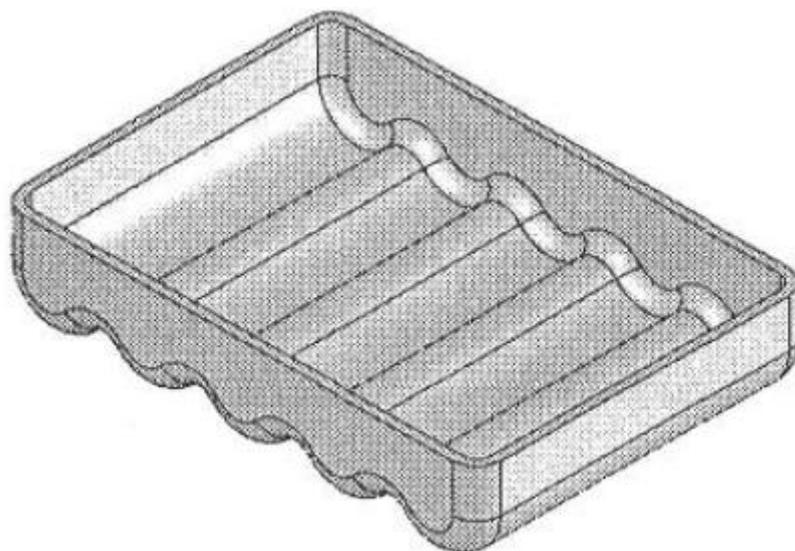

Рис. 4.19. Модель с оболочечным элементом
3. Установите значение 1 в счетчике Thickness (Толщина) и щелкните на кнопке **ОК**. Модель после добавления оболочечного элемента приведена рис. 4.19.